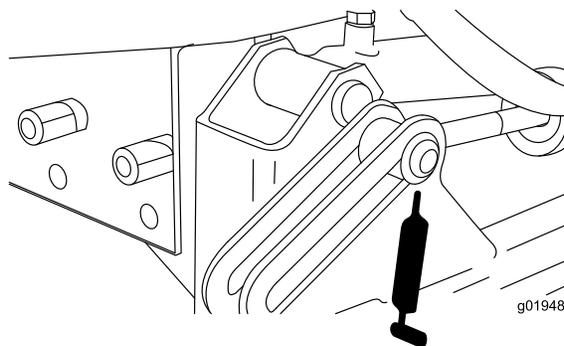

Figure 43
- Vérins de levage avant (3) (Figure 43 et Figure 44).